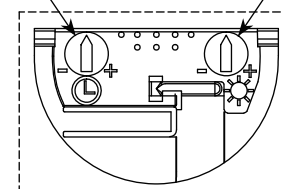

Figura 3
- Si quita el botón a presión, puede bloquear o desbloquear el botón a través del seguro de ENCENDIDO/APAGADO en la parte posterior (vea Figura 3). Cuando está bloqueado, el sensor sólo funciona en modo de ocupación automático.